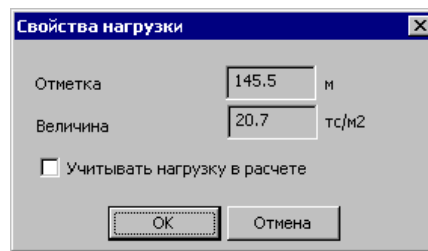

Рис.11.9.2. Окно диалога
- в открывшемся окне диалога **Свойства нагрузки** (рис. 11.9.2) выполните следующее действие: